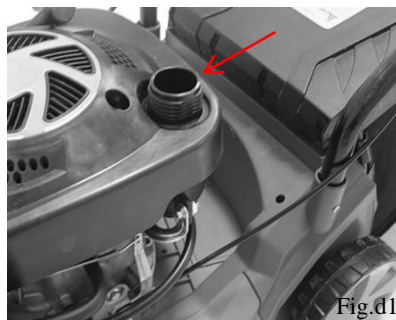

Fig.d1
- 1) Curățați zona din jurul capacului rezervorului de combustibil și scoateți capacul (Fig.d1);